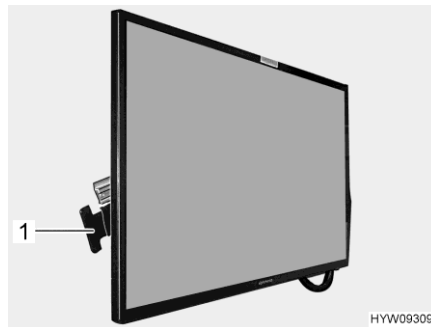

Bild 86 Flachbildschirm
- Griff (Bild 86,1) in Richtung Flachbildschirm drücken und gedrückt halten. Der Flachbildschirm ist entriegelt.